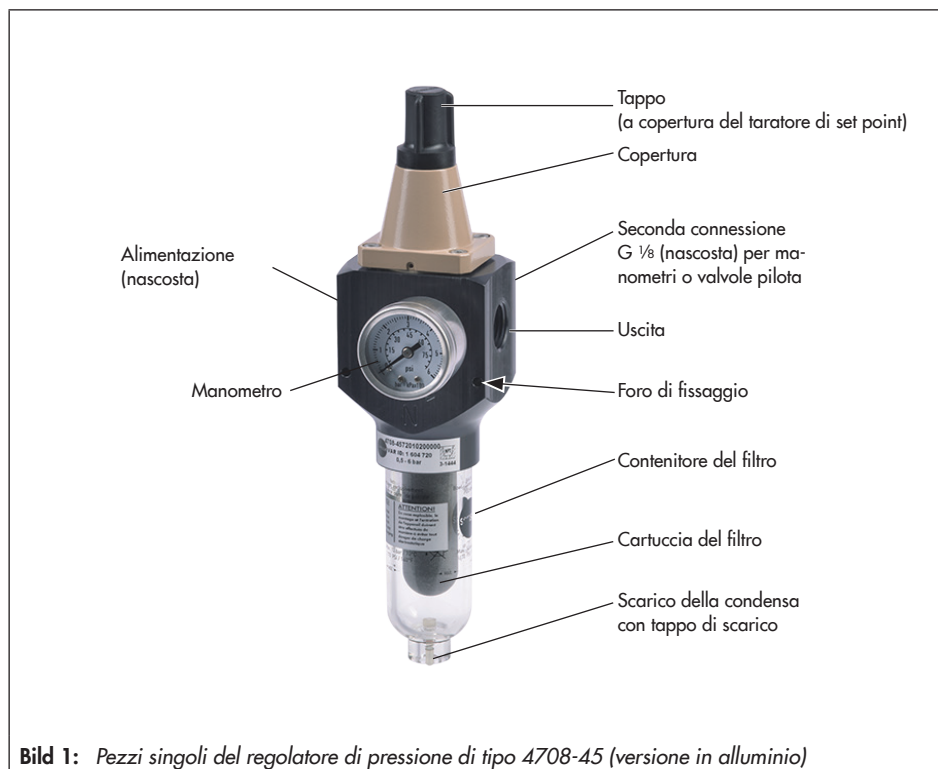

Bild 1: Pezzi singoli del regolatore di pressione di tipo 4708-45 (versione in alluminio)
I collegamenti dell'aria (alimentazione e uscita, cfr. Bild 1, pagina 6) sono realizzati a scelta con filettatura NPT ISO-228/1 di G ½ oppure ½-14.
- cfr. Bild 1, pagina 6